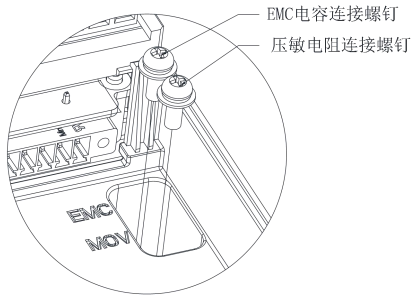

图 4-37 EMC 电容、压敏电阻连接螺钉
- 尝试断开变频器 EMC 电容连接螺钉避免漏保动作，如图 4-37。